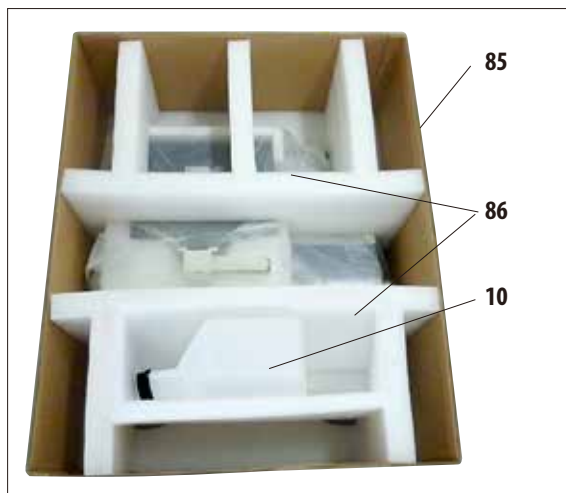

Рис. 6
- Сначала выньте дополнительную сменную ёмкость (10) из транспортировочной упаковки.
- Извлеките оба вспененных транспортировочных фиксатора (86) (рис. 6).
- После этого верхний кожух упаковки (85) можно снять вверх с поддона (87).